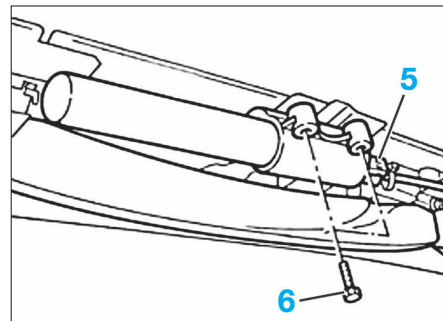

FIG. 16
• Débrancher le connecteur (5) (Fig.16).
• Déposer les 2 vis de fixations (6), puis extraire complètement le module d'airbag.